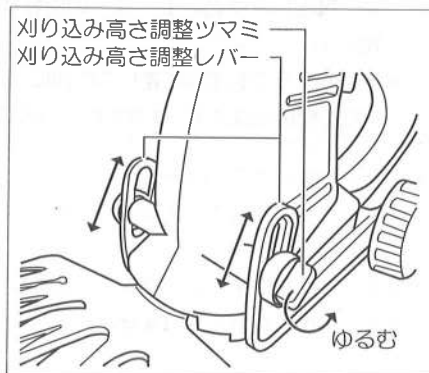

図4
① 刈り込み高さは、10、15、20、25mmの4段階目盛り付です。
② 刈り込み高さ調整ツマミをゆるめてください。(図4参照)
③ 刈り込み高さ調整レバーを上下にスライドさせて、刈り込み高さを調整します。(図4参照)